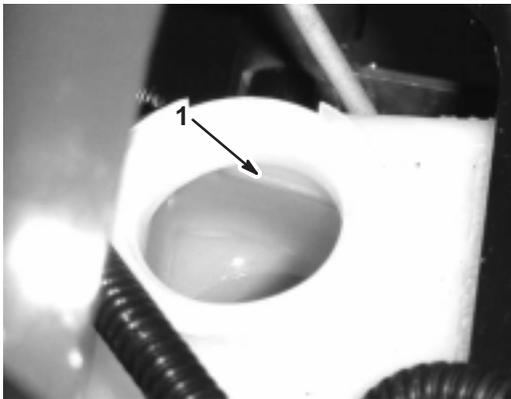

Bild 9
2. Der Flüssigkeitsstand sollte an die Voll-Marke am Behälter reichen (Bild 9).